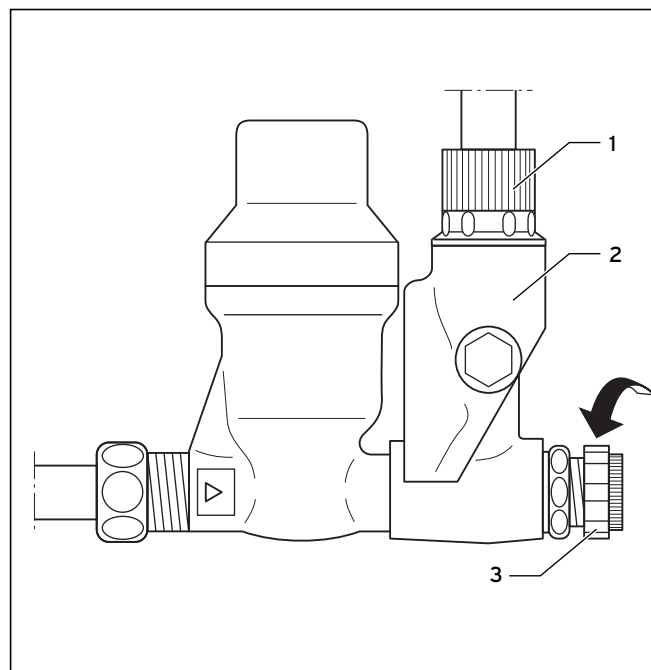

Рис. 4.1 Группа безопасности
- Сбросная линия (2, рис. 4.1) и предохранительный клапан для воды накопителя.
В случае негерметичности в области трубопровода горячей воды между водонагревателем и точками разбора воды, закройте, пожалуйста, запорный вентиль холодной воды (3, рис. 4.1) и поручите устранение негерметичности Вашему сертифицированному специализированному предприятию.
Выпускная арматура, сбросная линия (2, рис. 4.1), а также вытекающая вода могут нагреваться до 85 °С.
Во время нагрева, по причине изменения своего объёма, из сбросной линии (2, рис. 4.1) выходит вода. Поэтому не заглушайте предохранительный клапан или сбросную линию!